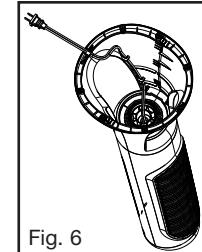

Fig. 6
- Placez doucement le ventilateur de côté, en pressant le cordon solidement dans les guides du cordon (Fig. 6) le long de l'intérieur de la base du ventilateur, en le faisant sortir par l'ouverture à encoches (Fig. 6) en vous assurant que la base soit plate et stable pour le ventilateur.